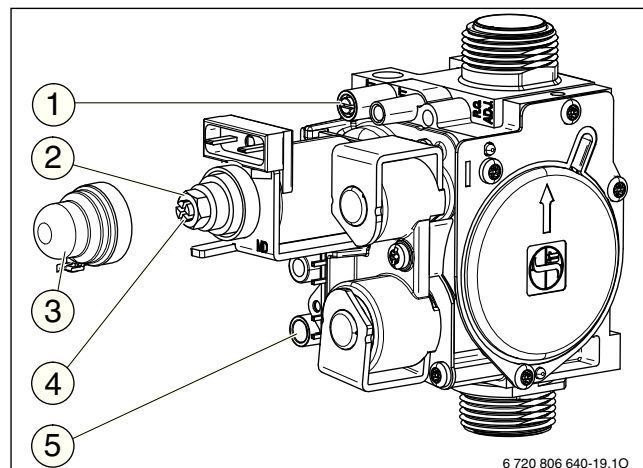

Рис. 32 Газовая арматура
- Отверните уплотнительный винт штуцера измерения давления на форсунках (→ рис. 32, [1]) и подсоедините U-образный манометр.
- Снимите крышку (→ рис. 32, [3]).
- Давление на форсунках (мбар) для положения «максимум» приведено в таб. на стр. 37. Установите давление на форсунках регулировочным винтом максимального расхода газа (→ рис. 32, [2]). Поворот направо - больше газа, поворот налево - меньше газа.
- Давление на форсунках (мбар) для положения «минимум» приведено в таб. на стр. 37. Установите давление на форсунках регулировочным винтом минимального расхода газа (→ рис. 32, [4]).
- Выключите котёл и закройте газовый кран, отсоедините U-образный манометр и заверните уплотнительный винт (→ рис. 32, [1]).
- Отверните уплотнительный винт на штуцере измерения подаваемого давления газа (→ рис. 32, [5]) и подсоедините манометр.
- Установите и опломбируйте крышку (→ рис. 32, [3]).